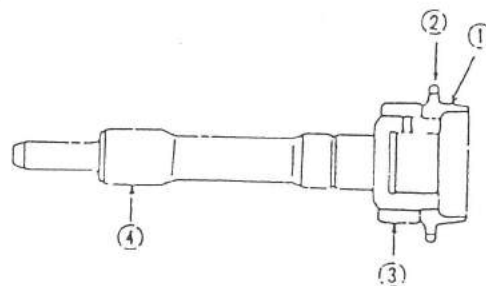

Fig. 13-34
Refiriéndose a la Fig. 13-34, Inspeccione el cono (1) y el anillo dentado (2).